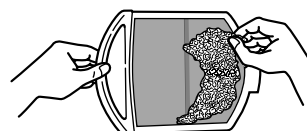

Fig. 12
– Nettoyez-le en le débarrassant de la mince couche de peluche qui le recouvre (Fig. 12).